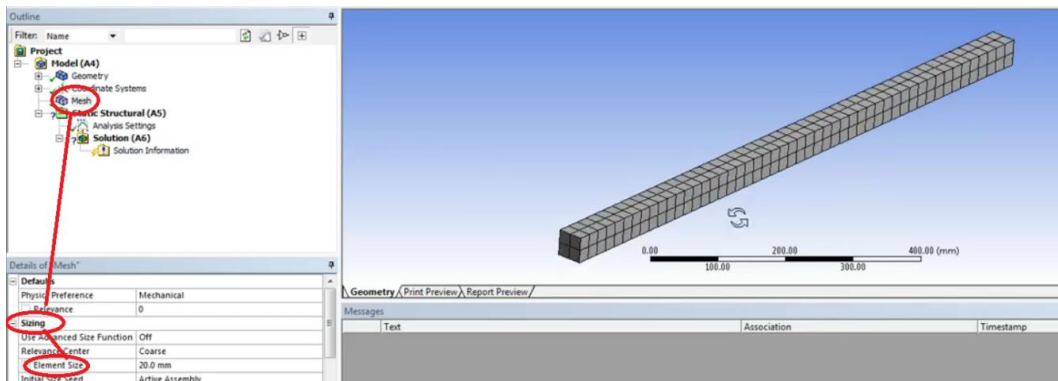

Рис. 6. Створення сітки
*Mesh* → *Details of mesh* → *Element size* → 20mm (рис. 6)